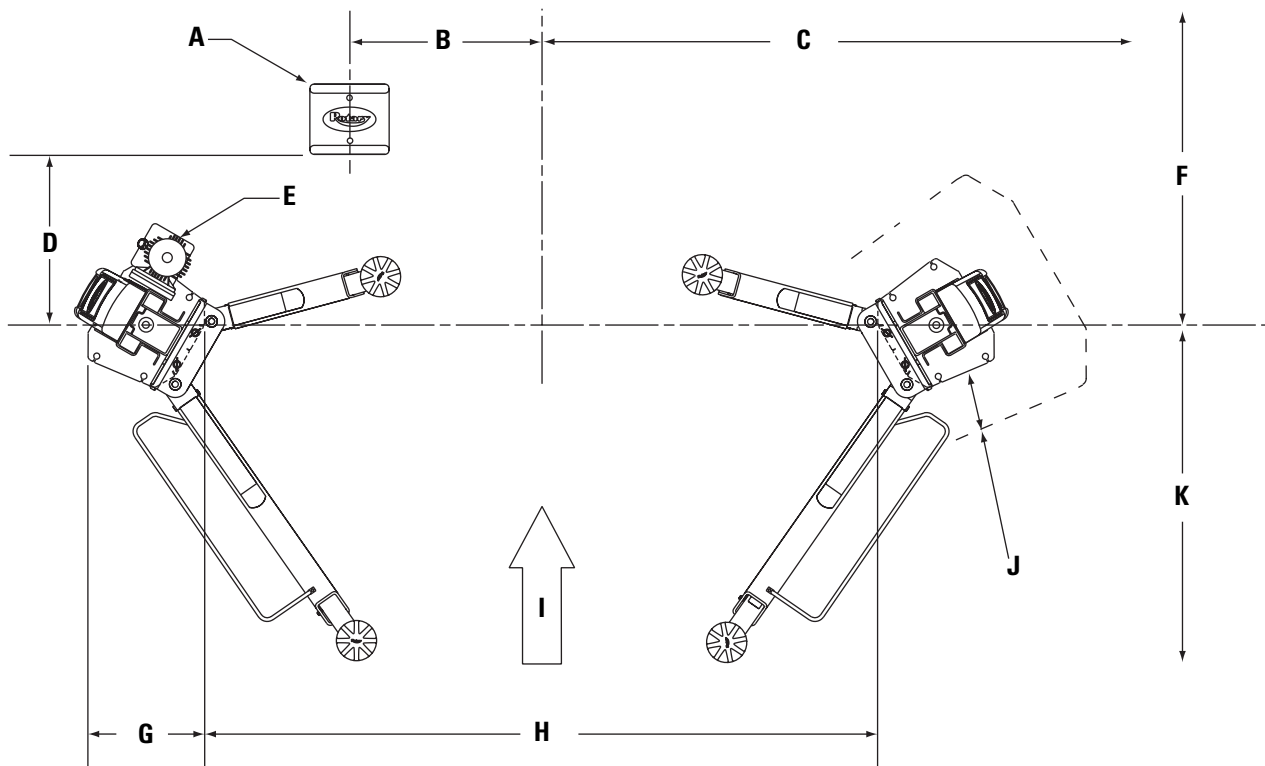

Abb. 1a
- 1. Hebebühnen-Aufstellort:** Falls vorhanden, bei Platzierung der Hebebühne den Bauplan des Architekten verwenden. Die Abb. 1a, 1b oder 2a, 2b stellt die Abmessungen eines typischen Arbeitsbereichs dar.
5. Aufstellen der Hebebühne: Die Säulen mit den in Abb. 1a, 1b oder 2a, 2b angegebenen Abmessungen im Arbeitsbereich positionieren. Wenn die Säule auf dem Boden liegt, können zwei Personen das obere Ende der Säule anheben und damit auf die Grundplatte zugehen. Während die Säule vertikal aufgerichtet zu ihrem Aufstellungsort gebracht wird, begibt sich eine der beiden Personen an die entgegengesetzte Seite der Säule und hilft dabei, die Säule langsam flach auf ihre Basis zu stellen. Beide Säulengrundplatten-Rückteile müssen rechtwinklig auf der Mittellinie der Hebebühne liegen. In beide Grundplatten sind Kerben geschnitten, um die Mittellinie der Hebebühne anzugeben. Schlitten mit entsprechender Ausrüstung in die erste Klinkenposition heben. Sicherstellen, dass die Sperrklinken eingerastet ist.